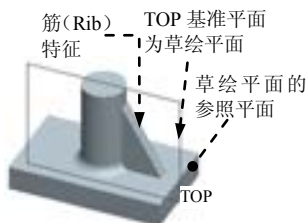

图 5.18.7 筋特征
下面以图 5.18.7 所示的轮廓筋特征为例，说明轮廓筋特征创建的一般过程。
(2) 选取图 5.18.7 中的模型表面为参照面，方向为 **右**。